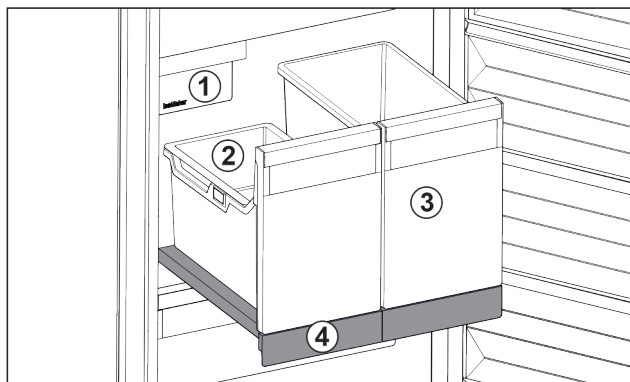

Fig. 28 Izvlečna polica z IceTower
- (1) IceMaker
- (2) Obešalna skodelica za ledene kocke
- (3) Posoda za npr. pico, alkoholne pijače
- (4) Izvlečna polica
Na izvlečni polici sta dve visoki posodi (IceTower). V posodi Fig. 28 (2) se zbirajo in skladiščijo ledene kocke iz IceMaker. Posoda Fig. 28 (3) je primerna za shranjevanje višjih živil, kot so pice ali alkoholne pijače.